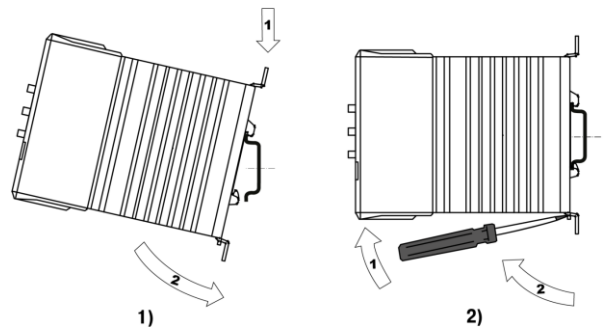

Рисунок 4.3 – Монтаж (1) та демонтаж (2) пристрою
3. Із зусиллям притиснути пристрій до DIN-рейки до фіксації защіпки (див. *рисунок 4.3*).
Для демонтажу пристрою слід (див. *рисунок 4.3*):